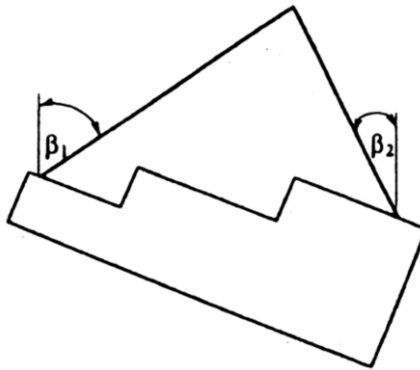

Abbildung 3: Beispiel für ungleiche Neigungswinkel β
- Treten bei 2-strängigen Gehängen unterschiedliche Neigungswinkel auf (Abbildung 3), darf nur die Tragfähigkeit eines einzelnen Strangs zugrunde gelegt werden.